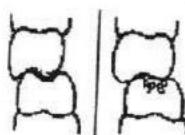

Рис. 5
2. На опорных зубах в местах фиссур и ямок турбинным бором сделайте канавки шириной равной ширине стекловолокна, глубиной 1,5- 2 мм. Если опорные зубы интактны, иссечение тканей проводите минимально, желательно в пределах эмали. Иногда целесообразно слегка сошлифовать выраженные бугры зубов – антагонистов для того, чтобы при минимальной глубине препаровки вся арматура с лежащим сверху композитом поместились в отпрепарированной полости без превышения прикуса (рис. 5).